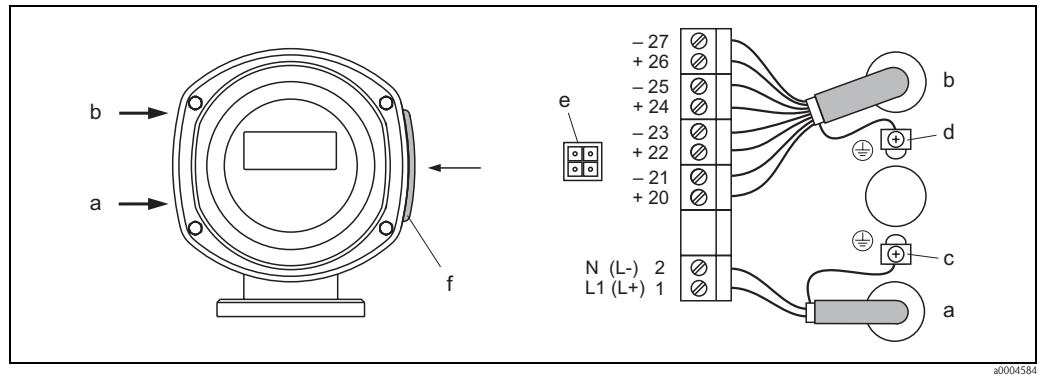

Fig. 22: Collegamento del trasmettitore (custodia da campo in acciaio inox). Sezione del conduttore: max. 2,5 mm²
- Schema elettrico (custodia in acciaio inox) → Fig. 22